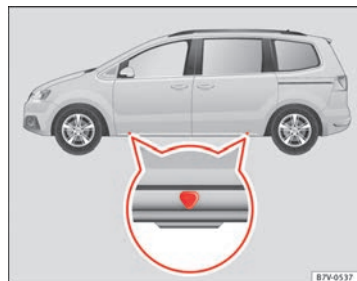

Fig. 185 Puntos de apoyo del gato.
El gato sólo se debe colocar en los alojamientos indicados (marcas en la carrocería) ⇒ fig. 185. La marca indica la posición de los puntos de apoyo **debajo** del vehículo. Los puntos de apoyo se encuentran en los nervios situa-
5. Busque debajo del vehículo el punto de apoyo para el gato ⇒ **fig. 185** que se encuentre más próximo a la rueda que vaya a cambiar.